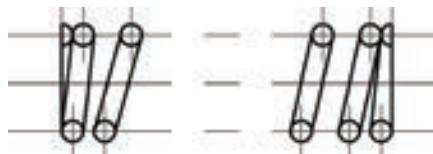

图 4-25 绘制连接线
(7) 绘制连接线 单击“绘图”工具栏中的“直线”按钮 ，绘制连接线，结果如图 4-25 所示。